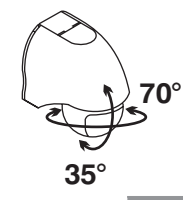

FIG. 10
- Regolare il rilevatore in modo che copra l'area di rilevamento desiderata (FIG. 10). Per avere un'area di copertura più ridotta puntare il rilevatore verso il basso; per un'area di copertura più ampia puntarlo verso l'alto.